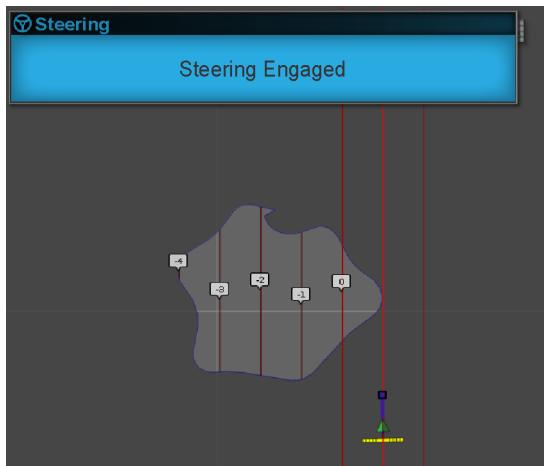

Figura 3
- GUIADO ACTIVADO — aparece una alarma visual cuando se activa la función de autoguiado (Figura 3).